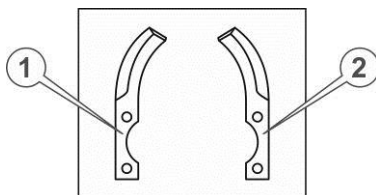

Рисунок 4.6. Ножи ґрунтофрези
2. Взяти з комплекту ґрунтофрези по одному лівому і правому ножу (див. рисунок 4.6.).